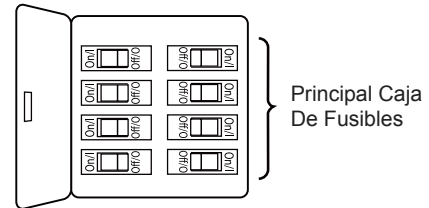

Figura 1
### Uso de perfil bajo (Figura 1)
- 1. Extraiga la pieza de la bola colgante de la unidad de la bola colgante / varilla aflojando el tornillo de presión de la bola colgante hasta que la bola se libere de la varilla. Retire el pasador del barral y luego extraiga la semiesfera. Conserve el pasador y la semiesfera para su reinstalación en el Paso 6. (Figura 1)
Para evitar una posible descarga eléctrica, asegúrese de cortar la alimentación eléctrica de la caja de fusibles principal antes de colgar el ventilador. (Figura 1)
1. Para configurar el código de unidad del receptor. Deslice los interruptores de código a las mismas posiciones que en el transmisor. (Figura 1)
1. Instale la cubierta rotando la ranura clave en la cubierta sobre el tornillo de hombro del soporte del gancho, teniendo cuidado de no pillar los cables. Fije el tornillo de hombro. Instale adecuadamente y fije el segundo tornillo de hombro que fue anteriormente guardado. (Figura 1)
1. Asegure las tres palas usando los 3/16"-24 tornillo de cabeza troncocónica con arandela de resorte/arandela plana a través de los orificios ubicados en la parte inferior del motor. (Figura 1)
1. Extraiga uno de los tres tornillos del soporte ubicado en la parte inferior de la unidad del motor y guarde los tornillos para pasos posteriores. Afloje levemente los otros dos tornillos. (Figura 1)
El uso de un regulador de la intensidad completa (no incluido) para controlar la velocidad del ventilador dañará el dispositivo. Para reducir el riesgo de incendio o descarga eléctrica, no utilice dicho regulador para controlar la velocidad del ventilador. (Figura 1)